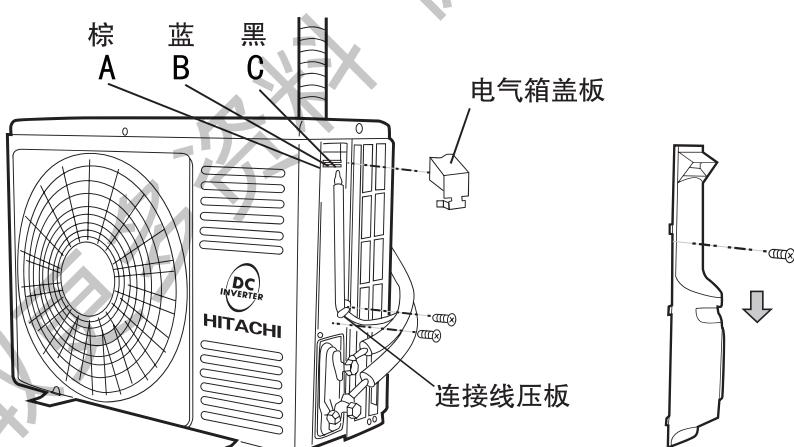

图25
- (1) 将电气箱盖板取下。
- (2) 将连接电缆分别按图25正确的牢固连接。(紧固力矩为8~15kgf.cm)
- (3) 必须将黄/绿线接至带有“ \ominus ”标志处的接地螺钉上。
- (4) 用连接线压板将连接电缆用螺钉紧固。
- (5) 完成接线后将电气箱盖板重新安装凸台卡扣位置。
- (6) 将边盖重新安装。